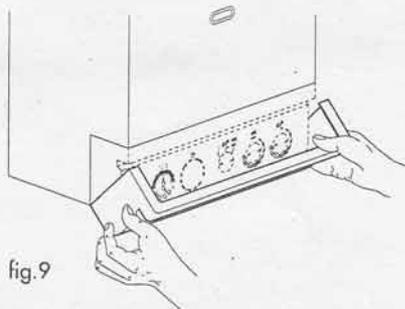

fig.9
- far ruotare il cruscotto verso il basso fino alla posizione di fermo (fig.9)